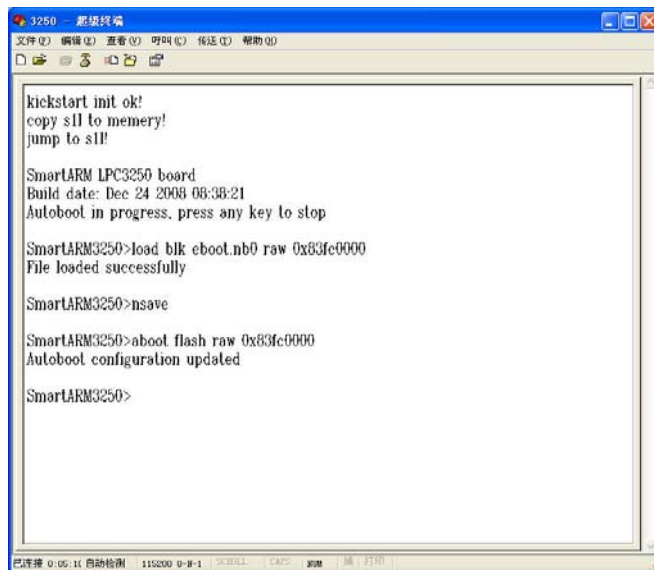

图 3.4 设置从 NAND Flash 启动 Eboot
4. 最后输入命令：aboot flash raw 0x83fc0000，回车，设置为从 NAND Flash 启动 Eboot，如图 3.4 所示。